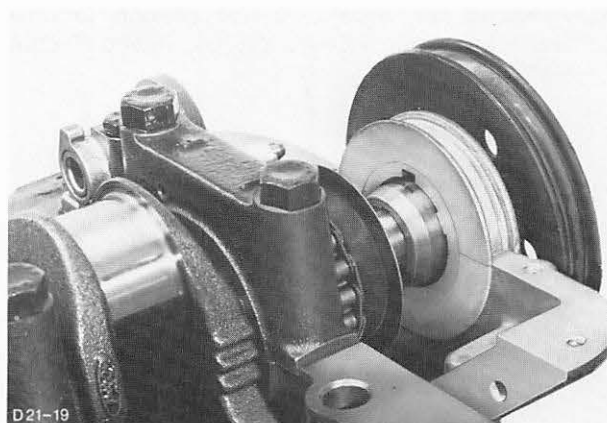

Abb. 61 Stirnraddeckel mit Kurbelwellen-Riemenscheibe zentrieren
44. Ölschleuderblech aufschieben, Stirnraddeckel mit neuem Radialdichtring (Dichtlippe leicht eingeölt) in Verbindung mit der Kurbelwellen-Riemenscheibe zentrieren, Abb. 61.